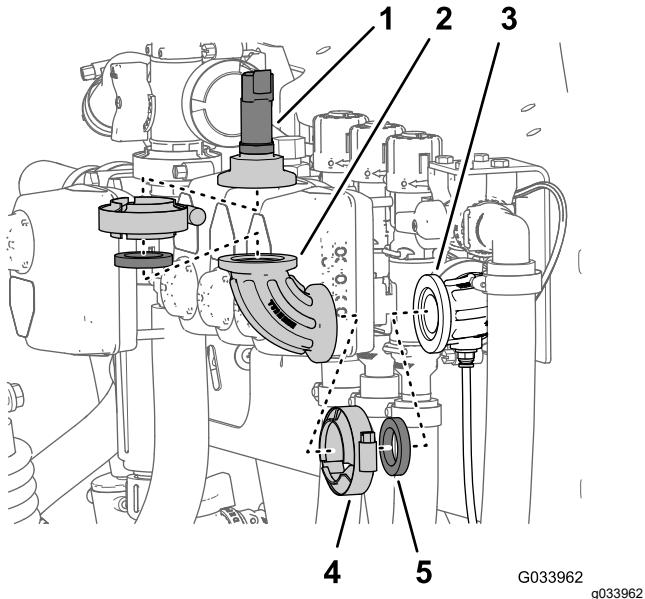

図 38
2. 水圧トランステューサを90° フィッティングに固定しているフランジクランプを外して、トランステューサ、ガスケット、フランジクランプを外す図 38。
4. 90° フィッティングをセンスチューブ用コネクタ付き90°に固定しているフランジクランプを外して、90° フィッティング、ガスケット、フランジクランプを外す図 38。